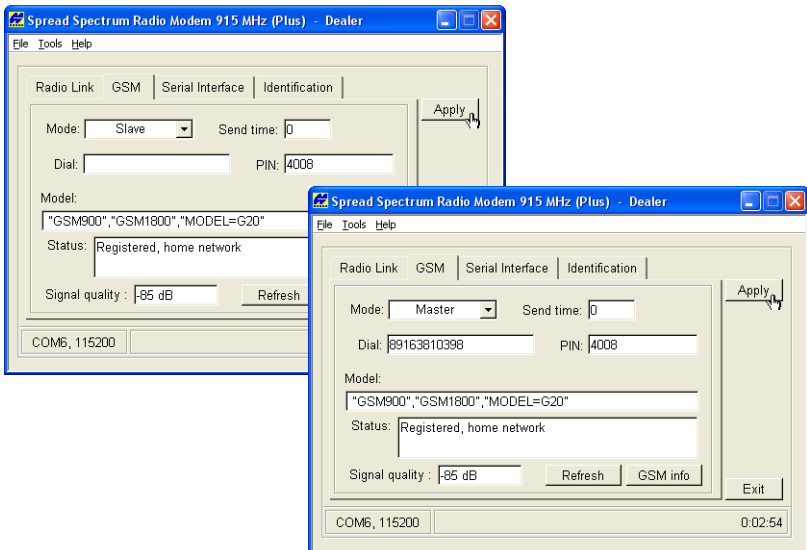

Figura 3-4. Selección de Parámetros GSM para la Base y el Rover
3. En la pestaña *GSM*, configure los siguientes parámetros (Tabla 3-3) y haga clic en **Apply** (Figura 3-4 de la página 3-9).